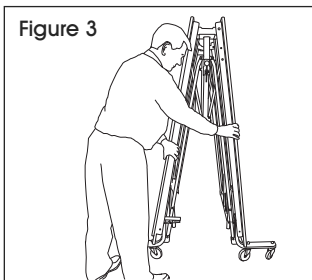

Figure 3
- Placez les mains à mi-hauteur des extrémités de la table pour avoir une bonne position de levier et écartez les deux sections. (Voir Figure 3)